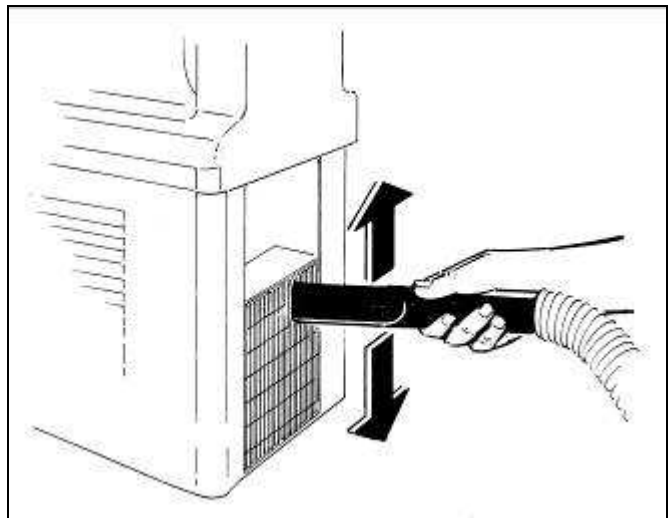

Fig. 28
- Entfernen Sie den Staub zwischen den Kondensatorrippen mit einem Staubsauger (Abb. 28).